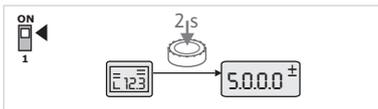

Fig. 29 : Mode Menu Service
**Mode Service :** Si le mode Service est activé par l'intermédiaire de l'interrupteur DIP 1, c'est le numéro de menu <5.0.0.0> qui s'affiche en premier. (fig. 29).